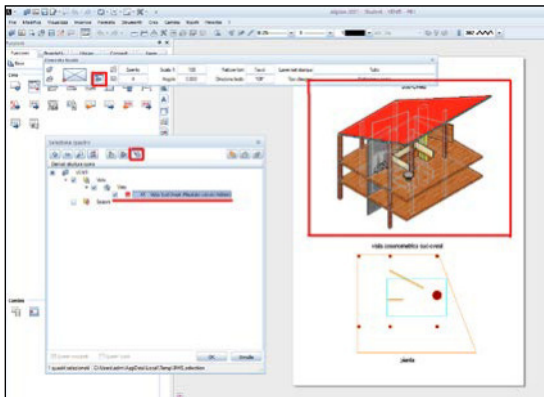

Fig. 82
- elemento tavola, scelta dei quadri da derivati (Fig. 82)